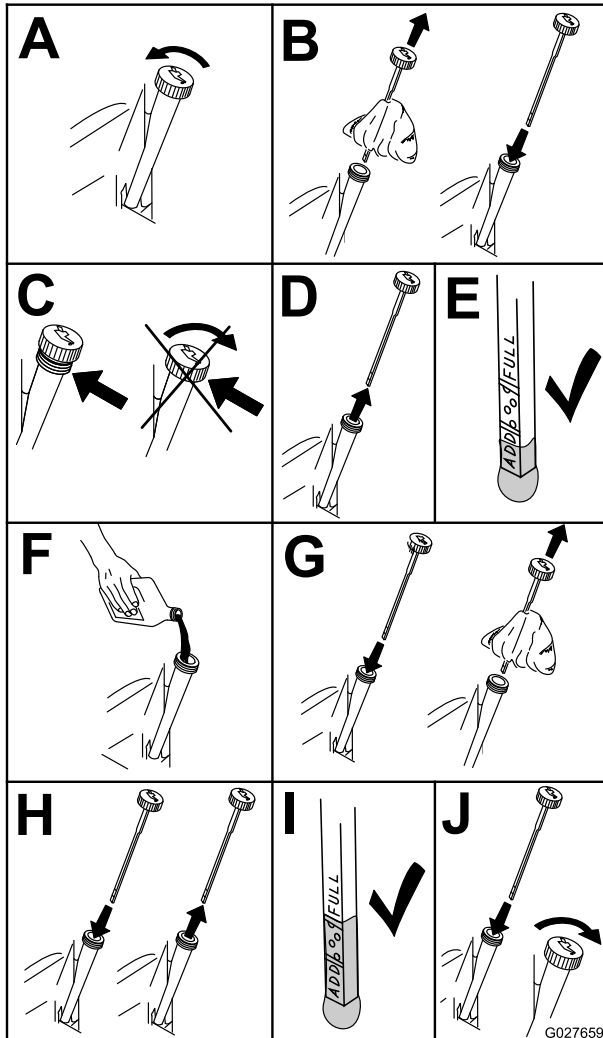

Figure 52
2. Avant de quitter la position d'utilisation, coupez le moteur, enlevez la clé de contact et attendez l'arrêt complet de toutes les pièces mobiles (Figure 52).